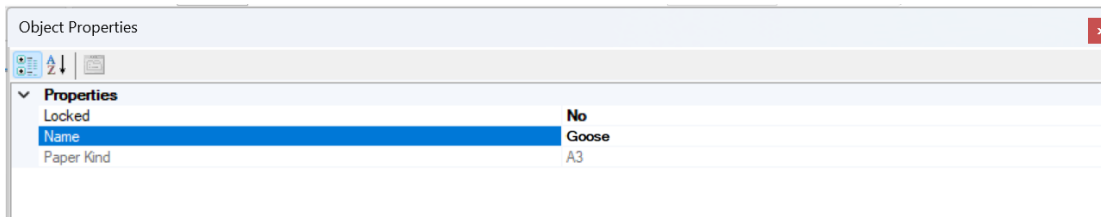

Imagen 338_Ventana de propiedades de la aplicación GOOSE.
5.1.21 Nosotros en la ventana de propiedades asignaremos el nombre de “*GOOSE*” como se muestra en la **Imagen 338**.